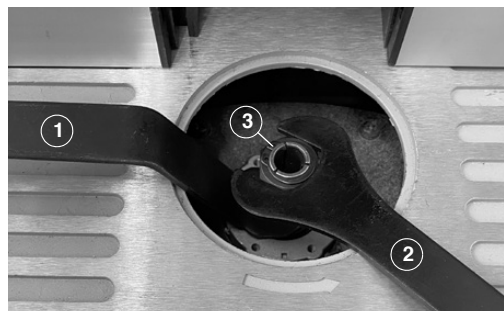

Fig. 16 : Installation et changement du porte-outil
Installation et changement du porte-outil (pos. 3, figure 16)
3. Bloquez la broche située sous le porte-outil avec une clé (pos. 1, figure 16).
4. Desserrez le contre-écrou du porte-outil (pos. 3, figure 16) avec une clé à molette appropriée (pos. 2, figure 16), en la tournant dans le sens inverse des aiguilles d'une montre.
1. Installez une fraise dans le porte-outil et fixez-la en serrant l'écrou (pos. 3, fig. 16) du porte-outil.